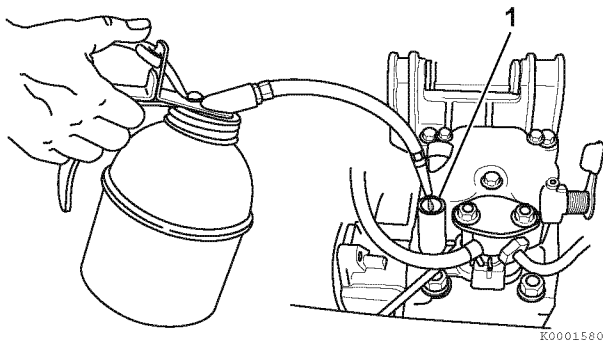

Abbildung 2
- 2- 2 cc Motoröl am Öleinfüllstutzen (1, **Abbildung 2**) nachfüllen.